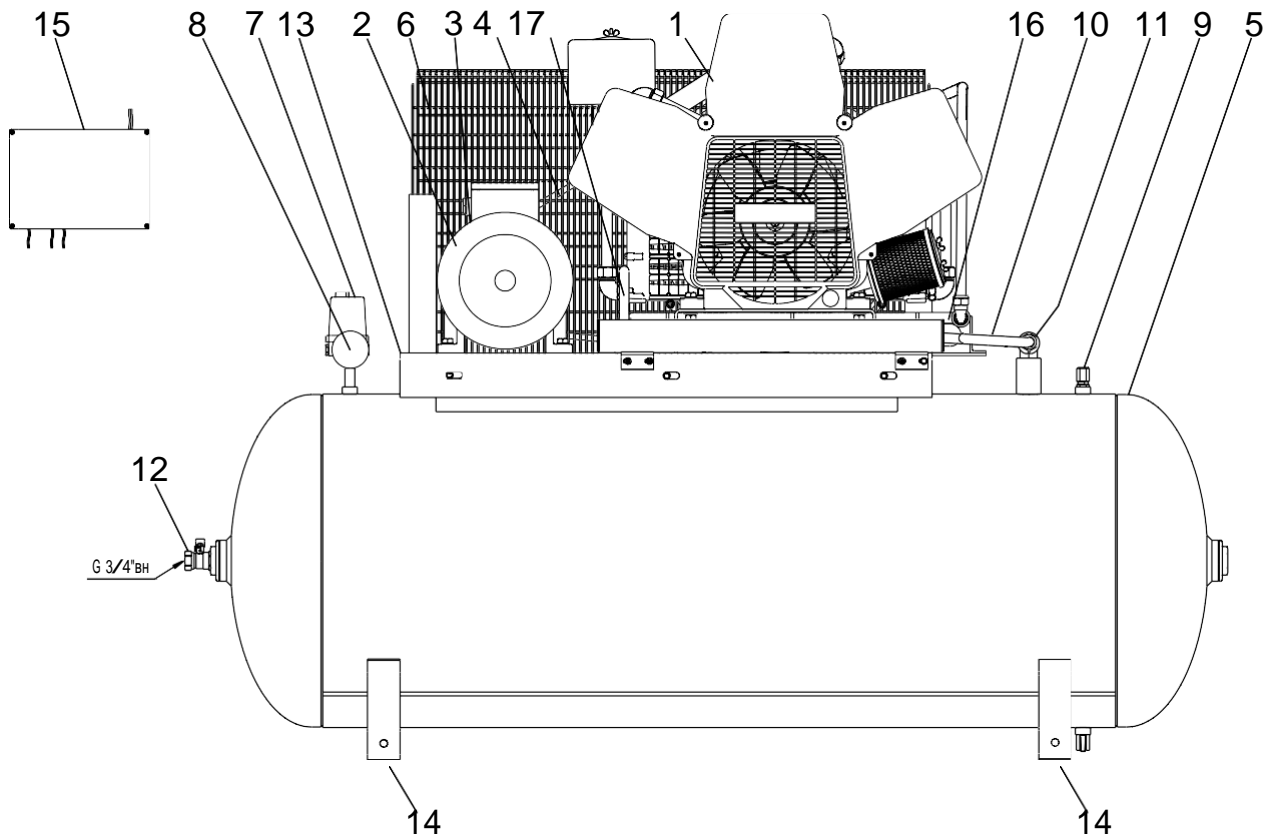

Рисунок 3
6.3.3 Подсоединение компрессора к воздушной сети необходимо выполнять через кран (поз. 14, рисунок 3).
Компрессор (рисунок 3) состоит из следующих основных сборочных единиц и деталей: блока компрессорного 1, электродвигателя 2, шкива 3, приводных ремней 4, ресивера 5, защитного ограждения 6, маностата 7, манометра 8, предохранительного клапана 9, воздухопроводов 10,17, обратного клапана 11, крана 12, платформы 13, виброопор 14, шкафа с электроаппаратурой 15 (для СБ4-500.F110(/14) S/D), охладителя 16.